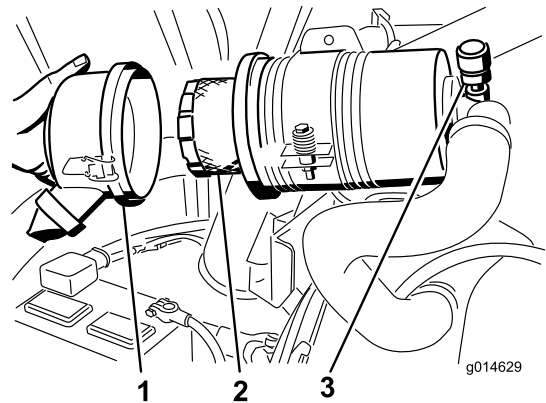

Figura 75
3. Retire e substitua o filtro (Figura 75).